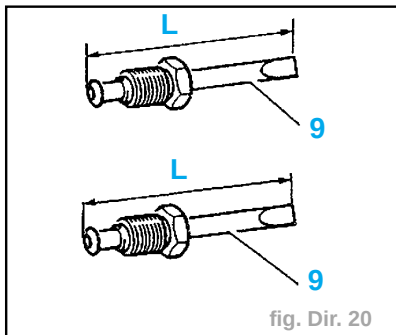

fig. Dir. 20
- Monter sur la valve les deux embouts (9) (fig. Dir. 20 et 22).